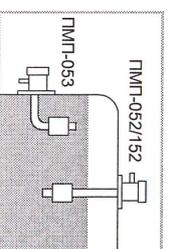

Рис. 2
4.1. Тип ПМП (-052, -053, -152). Преобразователи ПМП-052, ПМП-152 (рис. 2) устанавливаются вертикально и крепятся на верхней (или нижней) стенке резервуара. Преобразователь ПМП-053 (с изогнутой направляющей) крепится на боковой стенке резервуара.